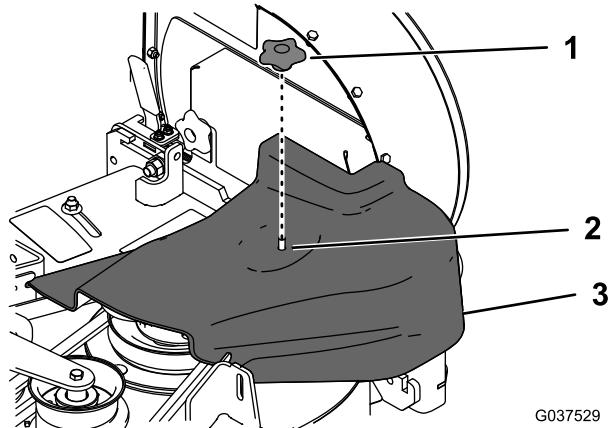

Figura 7
5. Instale la cubierta de la correa y sujetela enroscando el pomo sobre el tornillo del tensor (Figura 7).